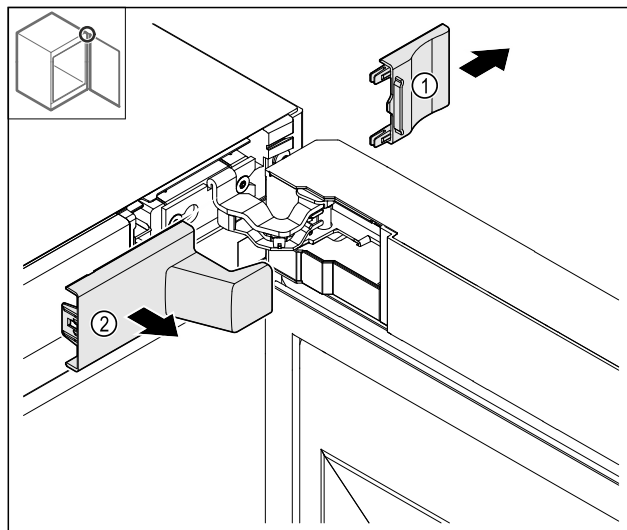

Fig. 15
- Vegye le a fedelet Fig. 15 (1), majd a fedelet Fig. 15 (2).